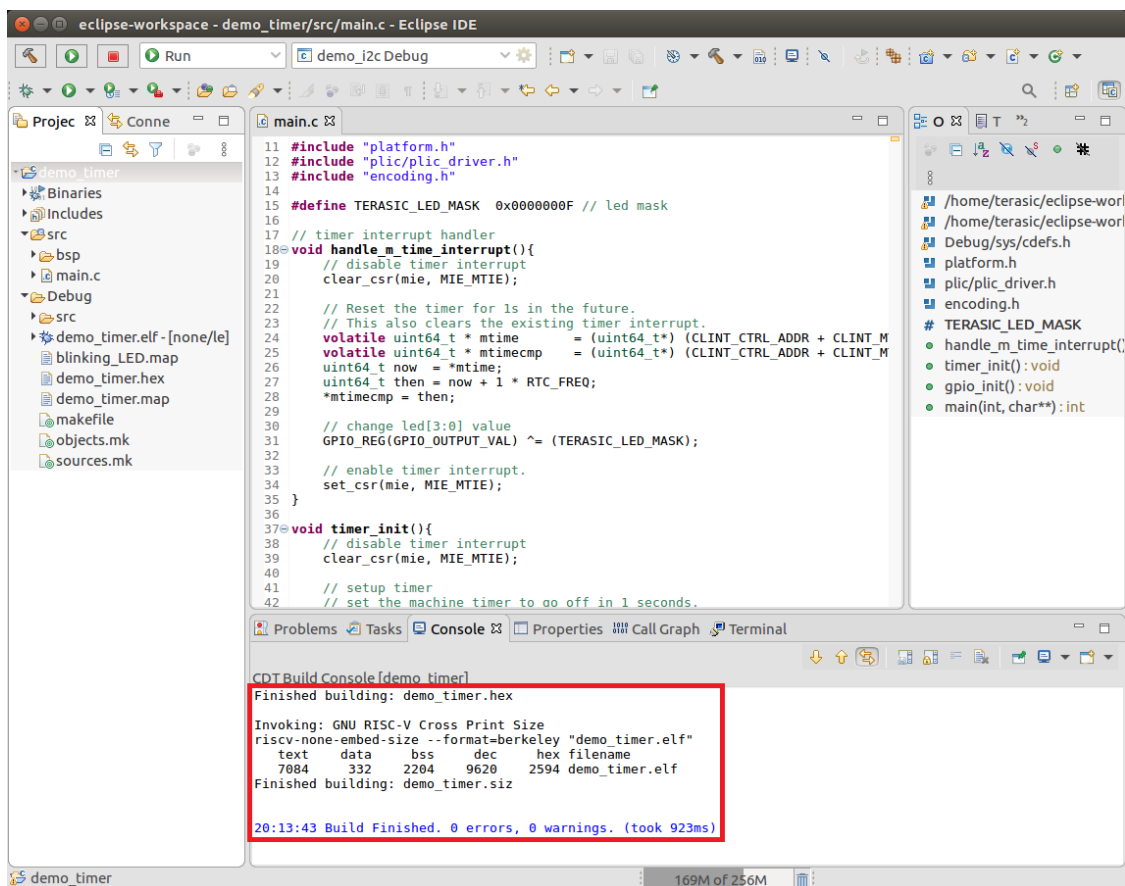

图4.2.13 编译成功
- 选中 demo_timer 工程，右键点击 Clean Project；再次选中 demo_timer 工程，右键点击 Build Project，若 demo_timer 工程参照之前的步骤设置正确，则在这一步会编译成功，如图 4.2.13 所示。需要右键点击 Refresh 在 Debug 下拉项中看到生成的 .elf 文件。